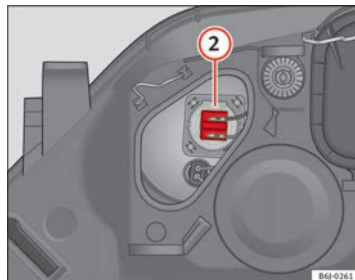

Abb. 160 Fernlicht
- Ziehen Sie den Stecker $\Rightarrow$ Abb. 160 ② nach außen ab.